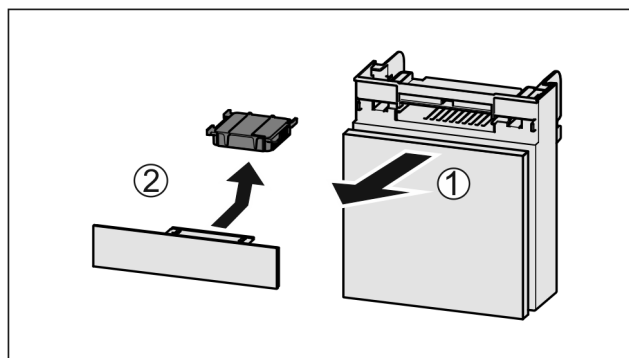

Fig. 128
- Húzza ki Fig. 128 (1) előrefelé a rekeszt.
- Vegye ki az aktívszén-szűrőt Fig. 128 (2).